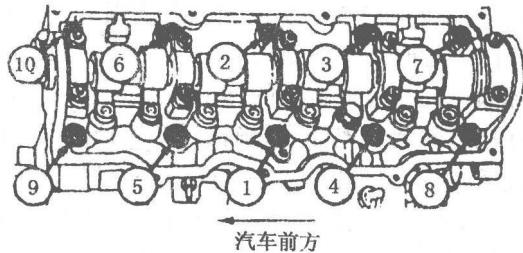

图 2-6 气缸盖螺栓松、紧顺序
(1) 气缸盖总成拆装。在发动机冷机时拆下进气歧管，拆下排气歧管，拆下机油油位指示器，从气缸盖上拆下点火电缆。松开摇臂部件和凸轮轴部件（做好标记），拆下推杆（做好标记，注意排气推杆比进气推杆长）。按规定顺序拆卸气缸盖的固定螺栓（如图 2-6 所示），拆下气缸盖。安装时，应清洁所有的零件与气缸盖螺栓，检查气缸体上的气缸盖螺栓孔是否清